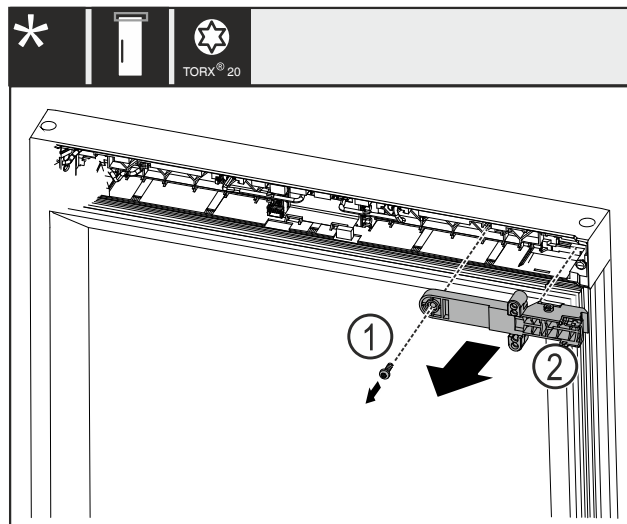

Fig. 22
- Odstranite vijak Fig. 22 (1).
- Snemite držalni element ključavnice Fig. 22 (2).